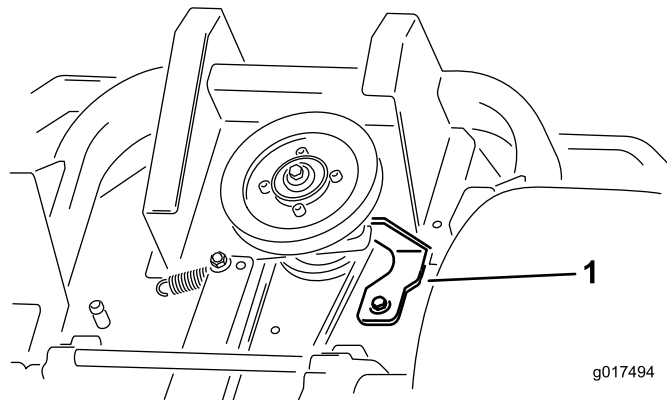

図 58
5. 図 58にあるクラッチストップを取り外す。
9. 図 58にあるクラッチストップを取り付ける。